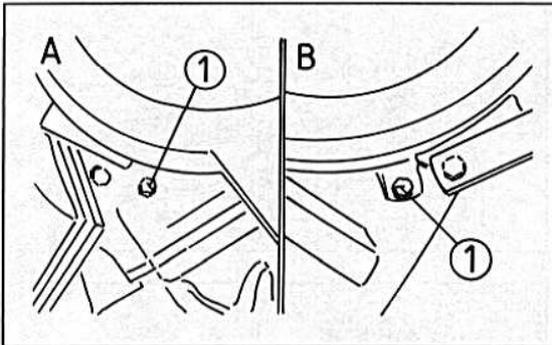

Bild 103
- Die innere Abdeckung rechts abschrauben (Bild 103).